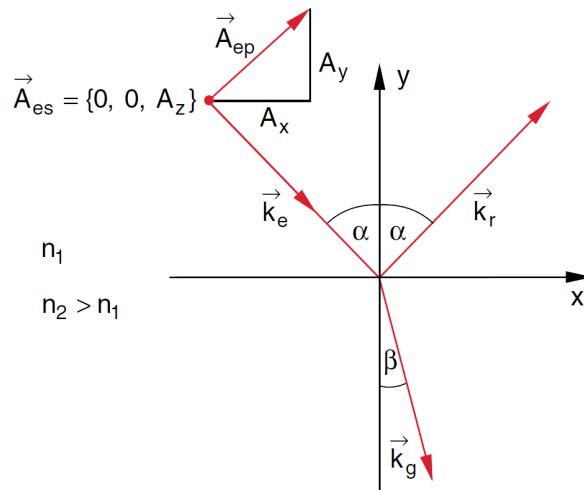

Abbildung 1: Skizze zur Herleitung der Fresnel-Formeln (nach [Dem13]).
Trifft Licht unter einem Winkel  $\alpha$  auf die Grenzfläche zweier Medien mit verschiedenen Brechungsindizes, so wird im Allgemeinen ein Teil des Lichts reflektiert und der andere Teil dringt in das Medium ein. Dieser Sachverhalt ist jedem vertraut, man denke nur an eine sonnenbeschienene Wasseroberfläche. In Abb. 1 ist der Fall skizziert, bei dem Licht vom optisch dünneren Medium (z.B. Luft mit  $n_1 = 1$ ) auf ein optisch dichteres Medium (z.B. Glas mit  $n_2 = 1,5$ ) fällt.
- Fresnel-Formeln und deren vollständige Herleitung [Dem13, LLT97] und Abb. 1 und besonders [Hec05] Kap. 4.3